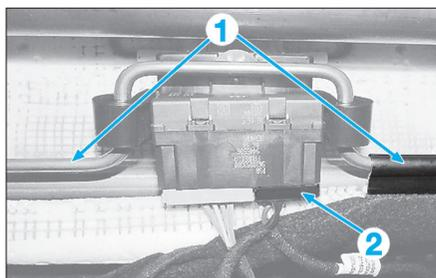

Fig. 8
- Décrocher la coiffe de dossier (Sous la coque de dossier) en (1) (Fig.8).
- Débrancher le connecteur sous la coque du dossier en (2).